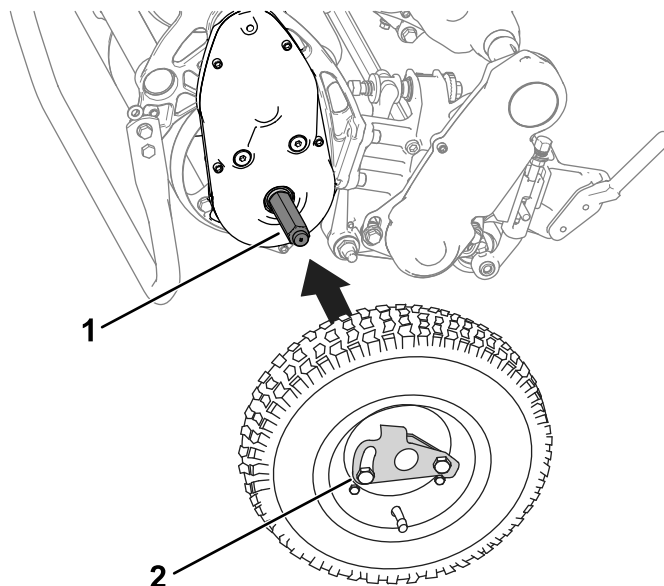

Рисунок 25
2. Наденьте колесо на ось (Рисунок 25).
3. Отведите зажим блокировки колеса (Рисунок 25) от центра колеса, чтобы его можно было продвинуть дальше по оси.